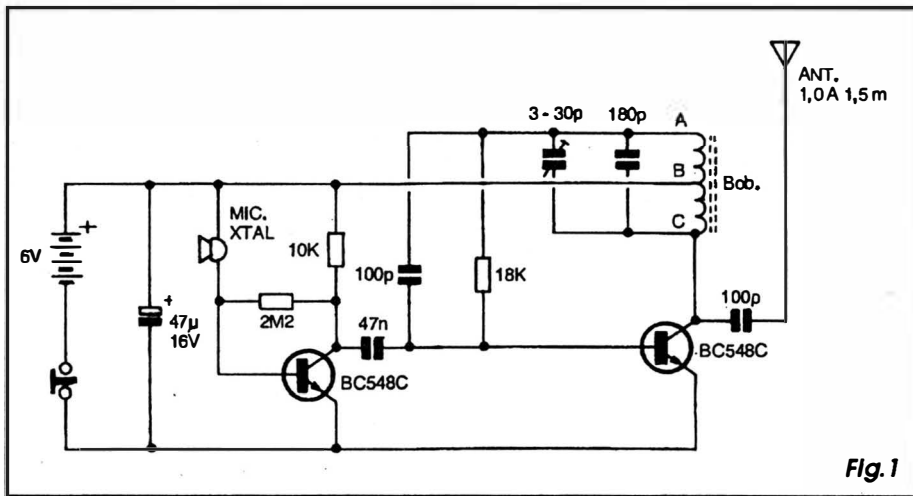

Fig. 1
- FIG. 1 - DIAGRAMA ESQUEMÁTICO DO CIRCUITO - Operando em frequência relativamente baixa do espectro de radio-difusão (no centro aproximado da faixa de Ondas Médias comercial...), foi possível utilizar, no MITAM, transistores *universais*, da série BC, cujos parâmetros e características permitem tal aplicação... Assim, nos dois módulos do circuito (áudio e RF) os trabalhos são executados por meros BC548C, encontráveis em qualquer *quitanda*, por aí... O transistor da direita, no *esquema*, oscila numa disposição *Hartley* bastante convencional, a partir da realimentação indutiva obtida da própria bobina que *carrega* o seu *coletor*... Essa bobina, juntamente com o capacitor fixo de 180p e ajustável de 3-30p, determina a frequência de transmissão (com a sintonia *fina* sendo realizada a partir do referido *trimmer* de 3-30p). O arranjo, diga-se, permite *fugir* do uso de pesados, ultrapassados e difíceis de encontrar *capacitores variáveis de lâminas metálicas rotativas e dielétrico de ar*, aqueles verdadeiros *trambolhões* que, atualmente, nem